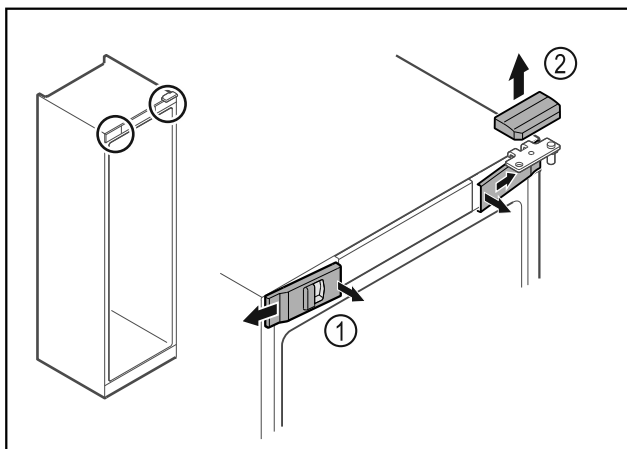

Fig. 6
- ▶ Передние крышки Fig. 6 (1) освободите от фиксации с внутренней стороны и отведите в сторону.
- ▶ Движением вверх снимите верхнюю крышку Fig. 6 (2).